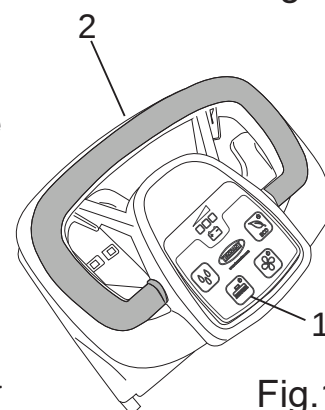

Fig.11
- Premere il pulsante spazzola (Fig.11-Rif.1).
- Azionare la leva comando spazzola (Fig.11-Rif.2) per brevi istanti, in questo modo la spazzola s'innesta automaticamente sul mozzo della flangia. Se la manovra non avesse successo, premere nuovamente sull'impugnatura e ripetere il centraggio ed i colpi di leva comando spazzola.
- Premere il pulsante spazzola (Fig.11-Rif.1) per tre secondi, la macchina eseguirà in automatico lo sgancio della spazzola.